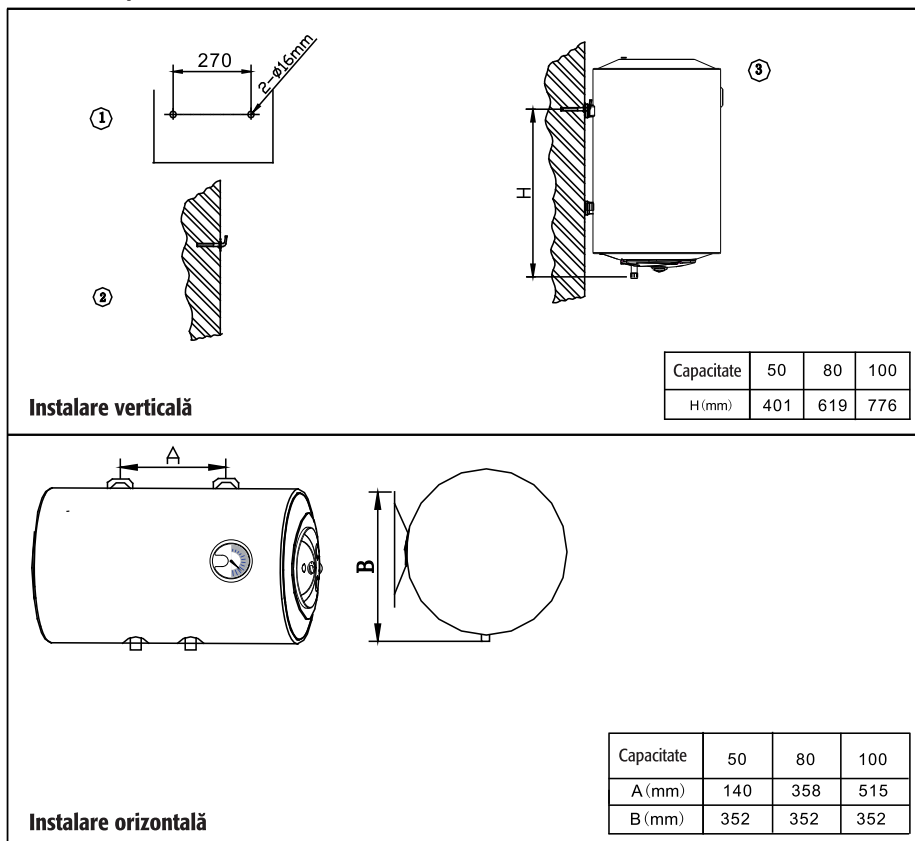

Figura 2
- ① Utilizați o mașină de găurit electrică pentru a face două găuri în perete. Distanța dintre cele două găuri trebuie să respecte indicațiile din figura 2.
- ② Introduceți diblurile în găurile efectuate astfel încât cârligele să fie orientate în sus.
- ③ Ridicați boilerul, agățați-l și fixați-l în cârlige.
- ④ Înălțimea găurilor trebuie stabilită ținând cont de poziția racordurilor hidraulice pe perete, de tipul conductelor hidraulice utilizate și de poziția racordurilor inferioare ale boilerului (a se vedea figura 2).